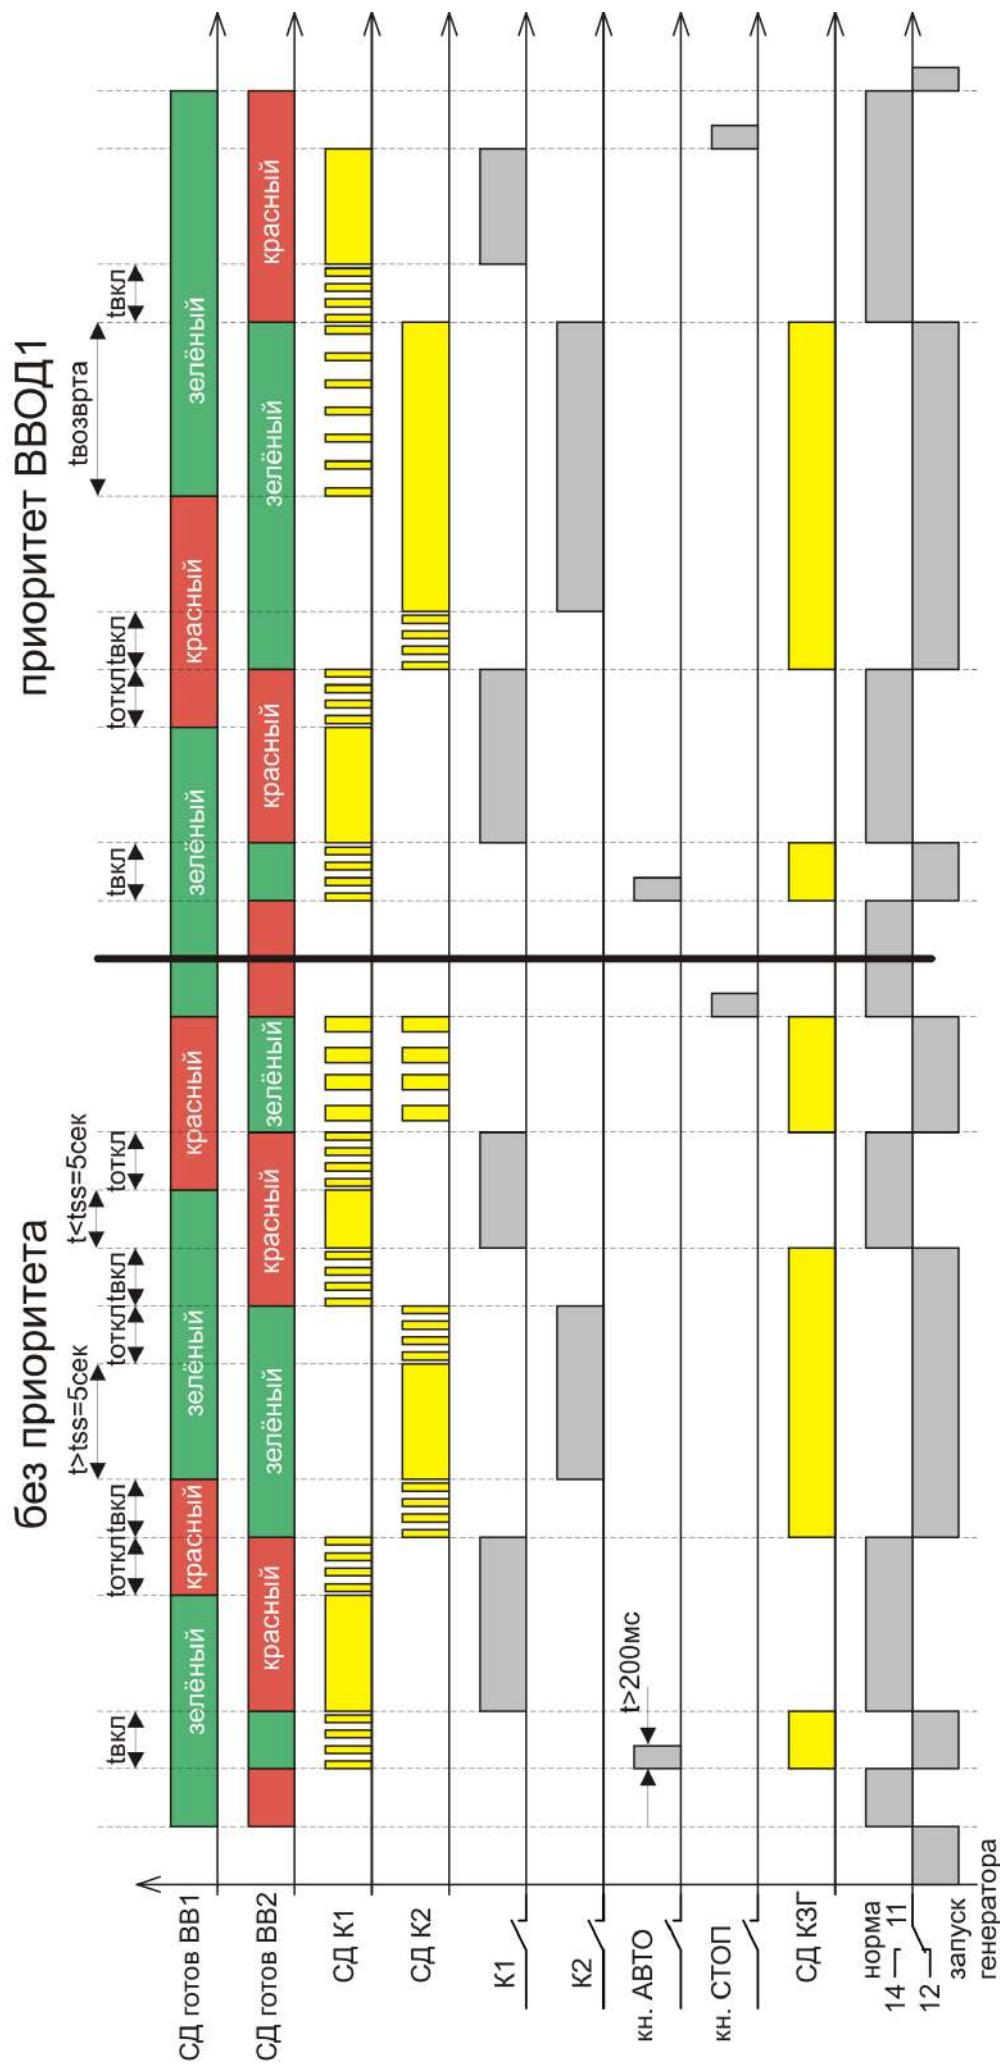

Рис. 11 Режим АВТО - Ввод2 Генератор
**Режим работы АВТО - ВВОД2-ГЕНЕРАТОР (диаграмма рис. 11):**